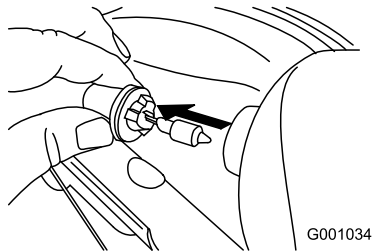

Figure 60
3. Sortez directement l'ampoule de l'arrière du phare (Figure 60).